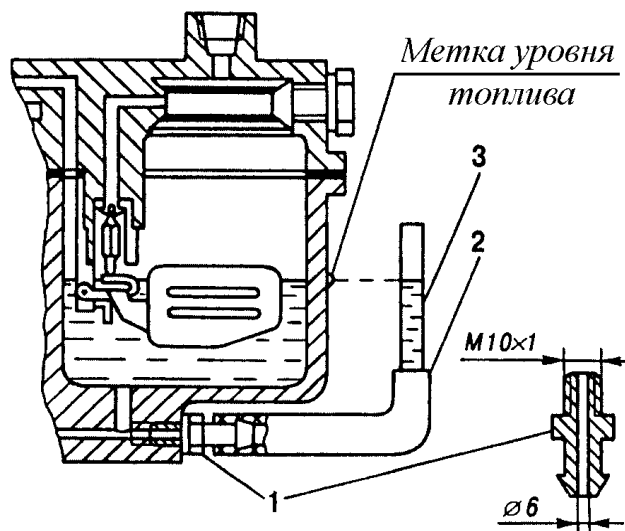

Рис.26. Схема проверки уровня топлива в поплавковой камере:
2) Ввернуть в место сливной пробки штуцер 1 (рис.26) и подсоединить к нему резиновую трубку 2 со стеклянной трубкой 3 внутренним диаметром 9 мм.